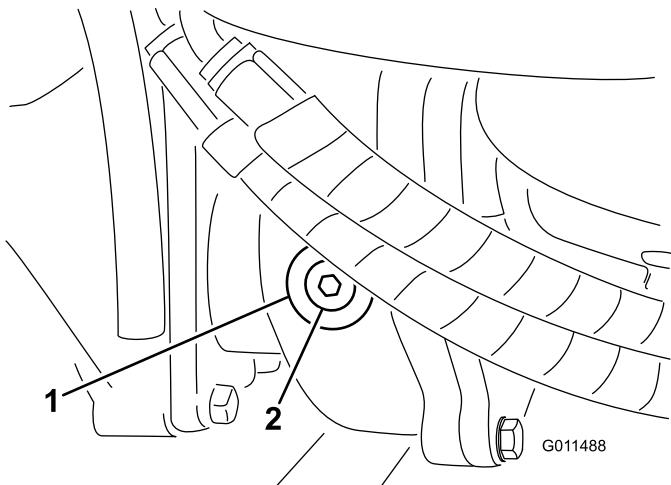

Figure 14
- Enlevez le bouchon de contrôle/remplissage du côté gauche du boîtier d'engrenages (Figure 14) et vérifiez que le lubrifiant atteint la base de l'orifice. Si le niveau est bas, ajoutez suffisamment de lubrifiant pour rectifier le niveau.